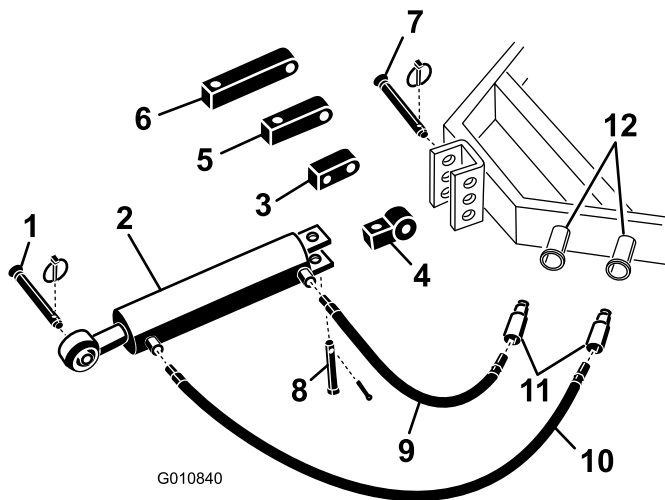

Figure 5
1. Fixez le côté avec l'embout d'accouplement du bras de liaison supérieur hydraulique au tracteur avec les goupilles fournies avec le tracteur (Figure 5). Positionnez le bras supérieur de sorte que le côté tige soit dirigé vers l'aérateur. Les raccords du vérin doivent être dirigés vers le circuit hydraulique auxiliaire du tracteur.
Remarque: S'il est nécessaire que les raccords du vérin hydraulique soient tournés vers le haut, utilisez le bloc rotatif à la place du bloc de montage standard pour repositionner le vérin (Figure 5). Un raccord hydraulique à 90 degrés peut être utilisé à la place du bloc de rotation (les raccords ne sont pas fournis).
- A. Retirez la goupille cylindrique et l'axe qui fixent l'embout d'accouplement standard au vérin (Figure 5). Déposez l'embout d'accouplement du vérin.
- B. Montez le bloc rotatif sur le vérin avec les goupilles retirées précédemment (Figure 5).
3. Raccordez le flexible hydraulique de 76 cm au raccord du bras de liaison hydraulique supérieur le plus proche du tracteur Figure 5. Appliquez du ruban Téflon ou du mastic d'étanchéité sur les filetages des flexibles pour prévenir les fuites.
2. Raccordez le flexible hydraulique de 106 cm au raccord du bras de liaison hydraulique supérieur le plus proche de l'aérateur Figure 5. Appliquez
Si le vérin hydraulique n'atteint pas le support de montage de l'aérateur, utilisez un bloc d'extension au lieu du bloc de montage standard pour accoupler le vérin au tracteur (Figure 5).
- Retirez la goupille cylindrique et l'axe qui fixent l'embout d'accouplement standard au vérin (Figure 5). Déposez l'embout d'accouplement du vérin.
- Montez le bloc d'extension de la longueur voulue sur le vérin avec les goupilles retirées précédemment (Figure 5).